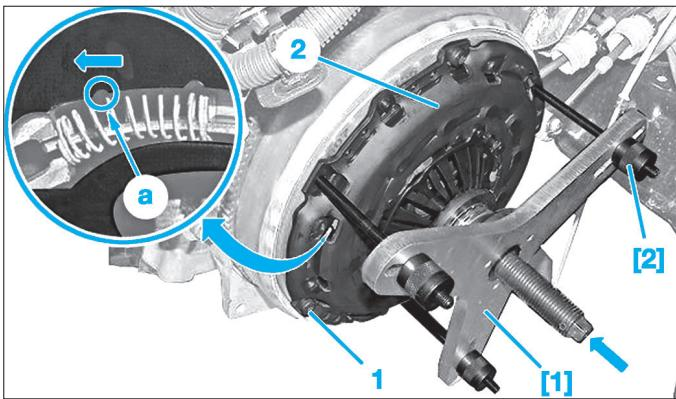
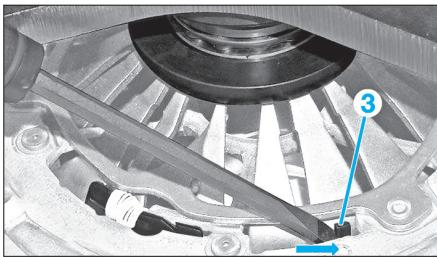

Fig. 5
Fig. 6
- Déposer les trois vis de fixation (une vis sur deux) pour positionner les outils [1] et [2] sur le mécanisme d'embrayage (Fig.5).
- Reposer le mécanisme d'embrayage (2) sans le disque d'embrayage (**Fig.5**).
- Positionner les outils [1] et [2] sur le mécanisme d'embrayage (2).
- Visser les trois tiges de maintien [2] à la place des vis (1).
- Visser la vis centrale de l'outil pour comprimer le mécanisme d'embrayage (2).
- Maintenir les ressorts de rattrapage de jeu comprimés en exerçant une poussée sur l'index (3) (**Fig.6**) puis dévisser de quelques tours la vis (flèche) de l'outil [1] pour détendre le mécanisme d'embrayage (**Fig.5**).
- Reposer les vis (1).
- Dévisser de quelques tours la vis (flèche) de l'outil [1] pour détendre le mécanisme d'embrayage (**Fig.5**).